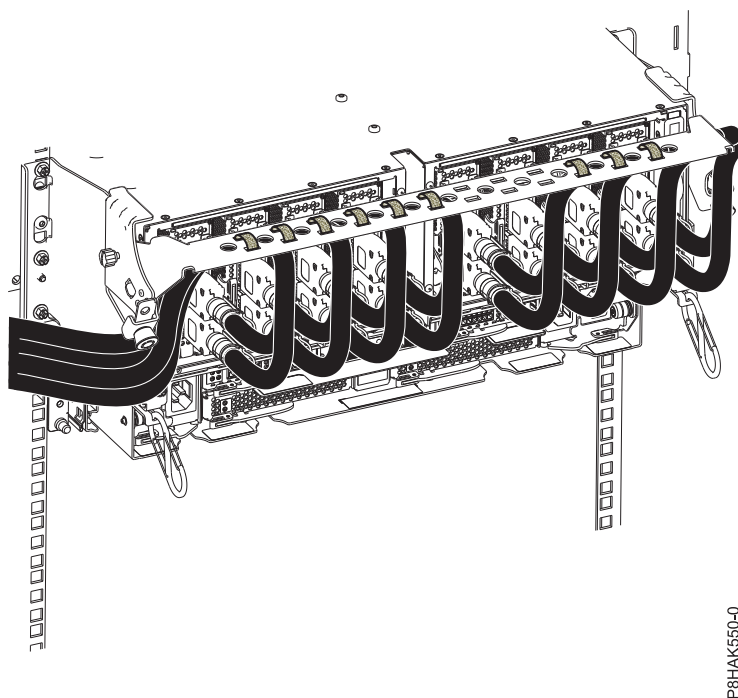

Figura 47. Com fer passar els cables per la peça de subjecció portacables
4. Feu passar el CXP, els cables del calaix d'expansió i els cables d'entrada/sortida (E/S) per la peça de subjecció portacables. Consulteu la Figura 47 a la pàgina 47.
- f. Mitjançant cintes de velcro, feu passar el cable sobrant i la fibra de cable per la peça de subjecció portacables, tal com es mostra a la Figura 47 a la pàgina 47.